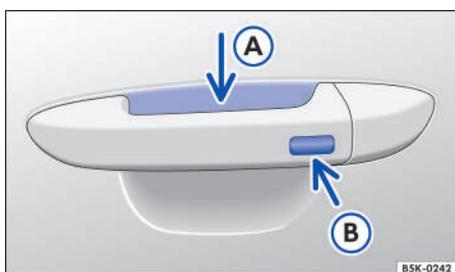

Fig. 50 Keyless Access: superficies del sensor.
- Tocar el sensor → fig. 50 (A) en la parte interna de la manilla de la puerta del conductor o de la puerta del acompañante delantero.
- Tocar la superficie del sensor → fig. 50 (B) en la parte externa de la manilla de la puerta del conductor o de la puerta del acompañante delantero una vez.
- Además, dentro de 5 segundos, toque una vez en el sensor en el exterior de la manilla de la puerta → fig. 50 (B).
Para la **apertura de confort** de todos los vidrios eléctricos y del techo solar, empujar la manilla de la puerta y mantener presionados, al mismo tiempo, el sensor de la parte interna de la manilla → fig. 50 (A) y la superficie del sensor (B).
Para el **cierre de confort** de todos los vidrios eléctricos y del techo solar, mantenga un dedo durante unos segundos sobre la superficie del sensor → fig. 50 (B) del lado exterior de la manilla de la puerta del conductor o del acompañante delantero.
Un fuerte chorro de agua o de vapor puede activar las superficies de los sensores en las manillas si, al mismo tiempo, una llave del vehículo válida está en el área de aproximación. Si al menos un vidrio está abierto y la superficie del sensor → fig. 50  en una manilla de la puerta se activa permanentemente, todos los vidrios se cerrarán. Si el chorro de agua o de vapor se aleja brevemente de la superficie del sensor → fig. 50  de una manilla de la puerta y se vuelve a dirigir hacia ella, posiblemente todos los vidrios se abrirán.